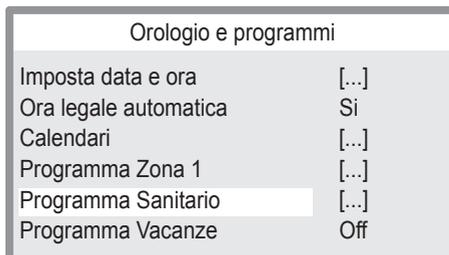

Figura 2.37
- Premere il tasto 15 (Figura 2.32) per accedere al menu selezionato (Figura 2.37).